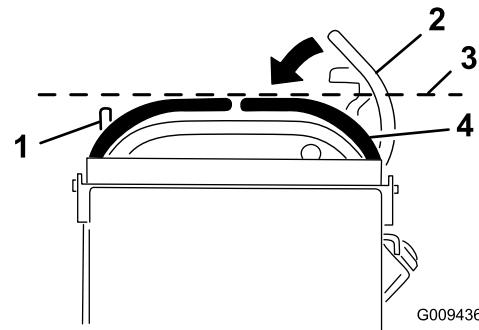

図 69
3. 右側コントロール・レバーを、ニュートラル位置から下へ押し下げる（図 69）。
4. 左側コントロール・レバーと水平にそろっているかを調べる（図 69）。